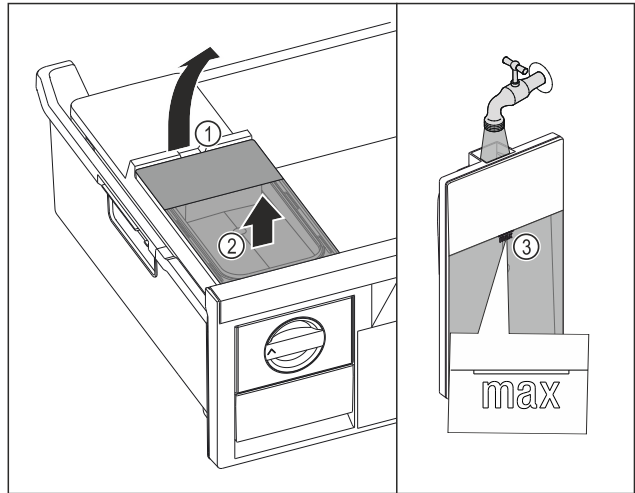

Fig. 69
- ▶ Повдигнете резервоара за вода при прореза Fig. 69 (1).
- ▶ Извадете резервоара за вода нагоре. Fig. 69 (2)
- ▶ Напълнете резервоара за вода до маркировката Fig. 69 (3) с питейна вода.